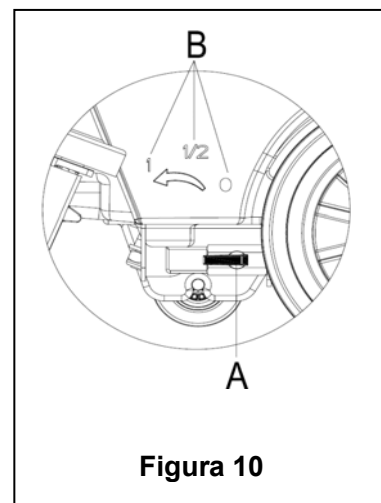

Figura 10
La regolazione della manopola della valvola di flusso (A, Figura 10) deve essere fatta quando l'interruttore (41) è in posizione "O" .
12. il volume del flusso d'acqua può essere regolato per mezzo della manopola della valvola di flusso (A, Figura 10) in base alla quantità d'acqua effettivamente necessaria alla pulizia del pavimento.